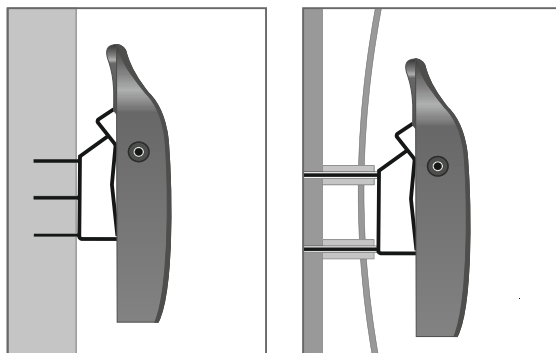

Рис.1
4.3. При работе от внешней сети газов (в медицинских учреждениях или внутри транспортных средств скорой помощи) аппарат крепится к вертикальной поверхности на кронштейне с помощью пружины (Рис. 1).